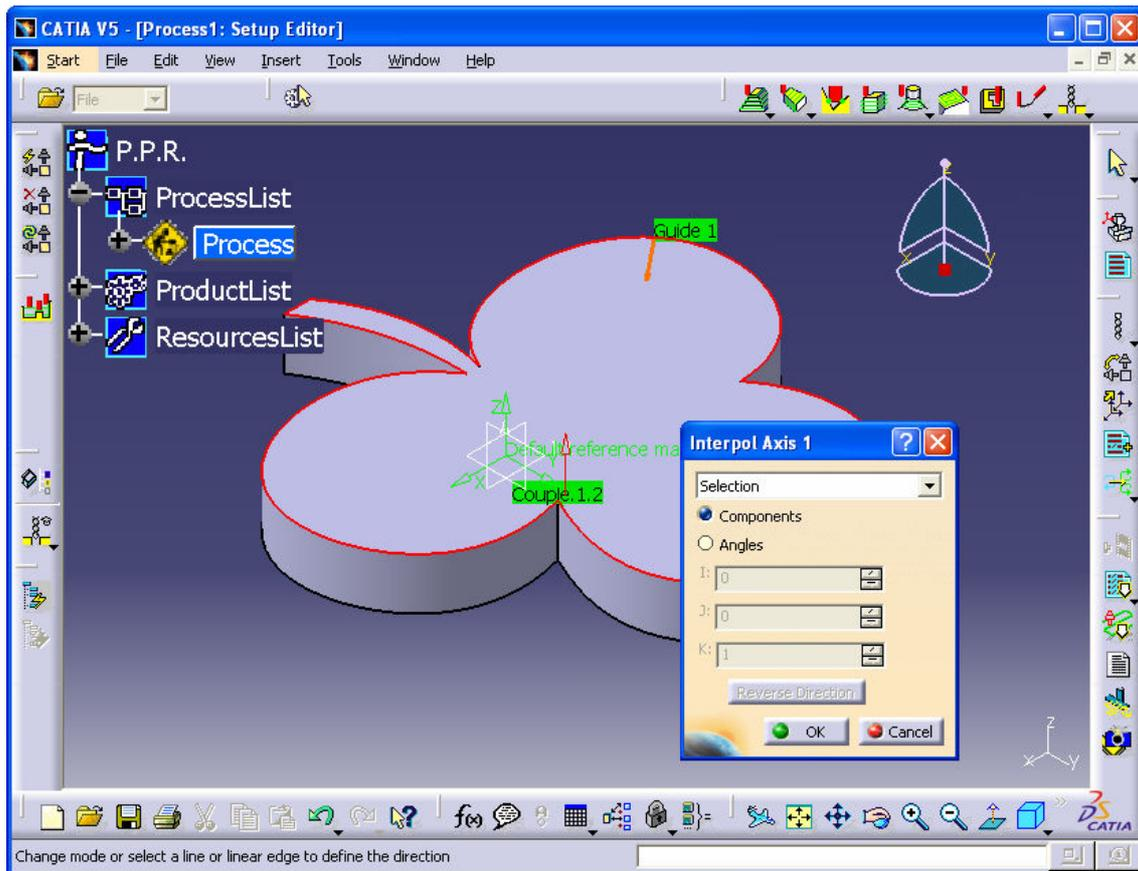

Figura A. 10. Selección de la orientación de la herramienta de corte normal a la trayectoria.
- Tras el paso anterior aparecerá un nuevo cuadro de diálogo en el que se deben seleccionar las opciones mostradas en la *figura A.10*.